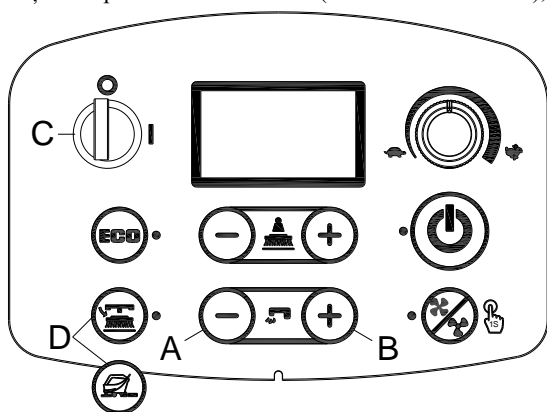

Figura 5
1. Apăsați butonul pentru debitul de apă „+” (A, Figura 5) și „-” (B, Figura 5) concomitent.
2. Introduceți cheia de contact (C, Figura 5) și întoarceți-o pe poziția „I”.
4. Apăsați butonul pentru debitul de apă „-” (A, Figura 5) și „+” (B, Figura 5) pentru a selecta modul bateriei (H, Figura 6)
5. Apăsați butonul de eliberare pentru versiunea de disc sau butonul de pregătire a podelei pentru versiunea orbitală (D, Figura 5), Dacă după 3 secunde se afișează „Actualizare OK”, înseamnă că setarea a fost efectuată cu succes; reporniți mașina. (C, Figura 5)